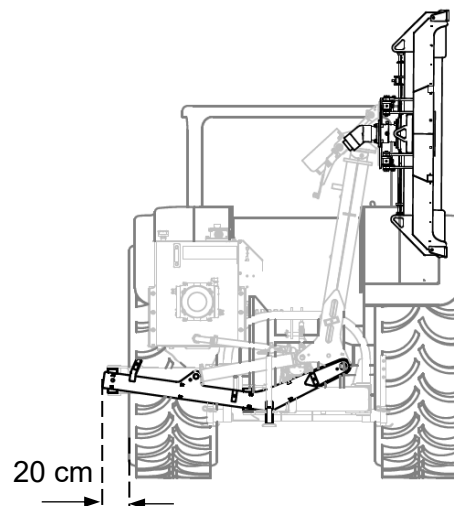

Abb. 24
- Richten Sie den Hubarm (Seitenverschiebung) so aus, dass er nicht mehr als 20 cm übersteht (siehe Abb. 24)